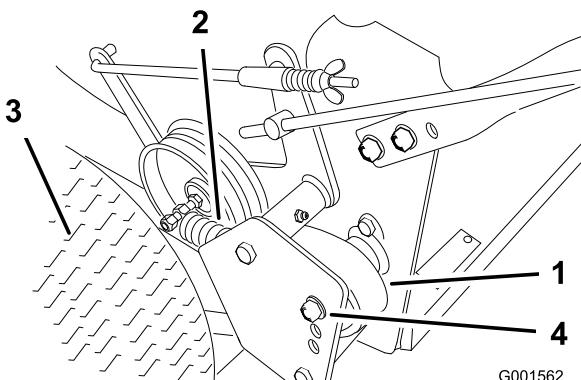

Figura 32
1. Retire el pasador de horquilla que sujetla la varilla del freno al brazo del freno para aliviar la tensión en la polea tensora de la correa (Figura 32).
2. Retire el perno inferior y afloje los pernos superiores del protector para poder girarlo y facilitar el acceso a la correa (Figura 32).
3. Eleve la correa, desacóplela de la polea tensora y retírela de la polea de transmisión (Figura 32).
6. Sujete el deflector con los pernos retirados anteriormente, y apriete los pernos (Figura 32).
7. Sujete la varilla del freno al brazo del freno con un pasador de horquilla (Figura 32).